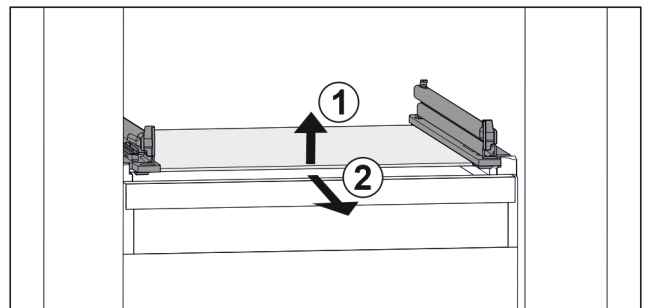

Fig. 78 Rappresentazione esemplificativa del ripiano in vetro
- ▶ Sollevare il ripiano in vetro dal davanti. Fig. 78 (1)
- ▶ Rimuovere il ripiano in vetro tirando in avanti. Fig. 78 (2)